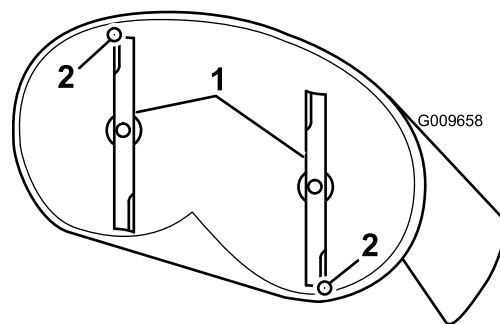
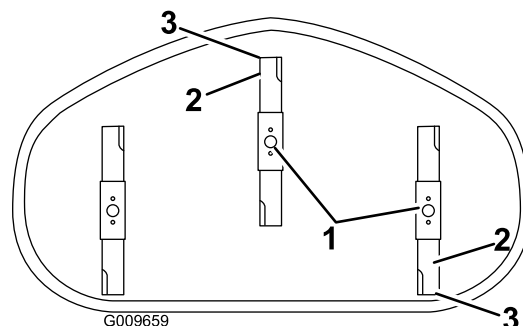

Figure 64
Figure 65
4. Faites pivoter les lames avec précaution pour faire passer les pointes avant à l'arrière (Figure 64 et Figure 65).
5. Mesurez la distance entre la pointe de la lame avant et la pointe de la lame arrière par rapport à la surface plane (Figure 64 et Figure 65). Si la pointe avant de la lame n'est pas de 1,6 à 7,9 mm plus basse que la pointe arrière, réglez le contre-écrou avant.
8. Une fois le réglage effectué, vérifiez à nouveau l'inclinaison avant/arrière des lames. Poursuivez le réglage de l'écrou jusqu'à ce que la pointe avant de lame soit de 1,6 à 7,9 mm plus bas que la pointe arrière (Figure 64 et Figure 65).